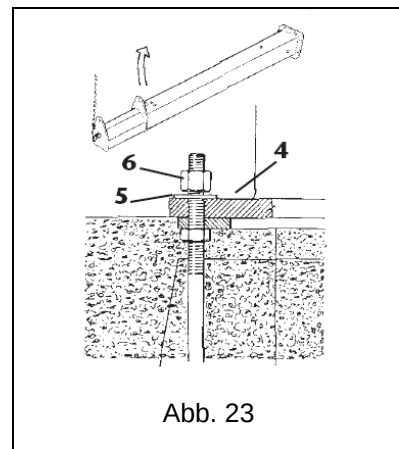

Abb. 23
3. Die Säule ohne Arm aufrichten, indem sie zuerst wie zuvor beschrieben angeschlagen wurde, um dann den oberen Teil mit einer geeigneten Vorrichtung anzuheben. Anschließend ist sie auf dem Fundamentrahmen zu montieren, indem die Grundplatte **4** richtig positioniert und die Muttern **6** nach Zwischenlegen der entsprechenden Flachscheiben **5** eingesteckt werden. (Abb. 23).